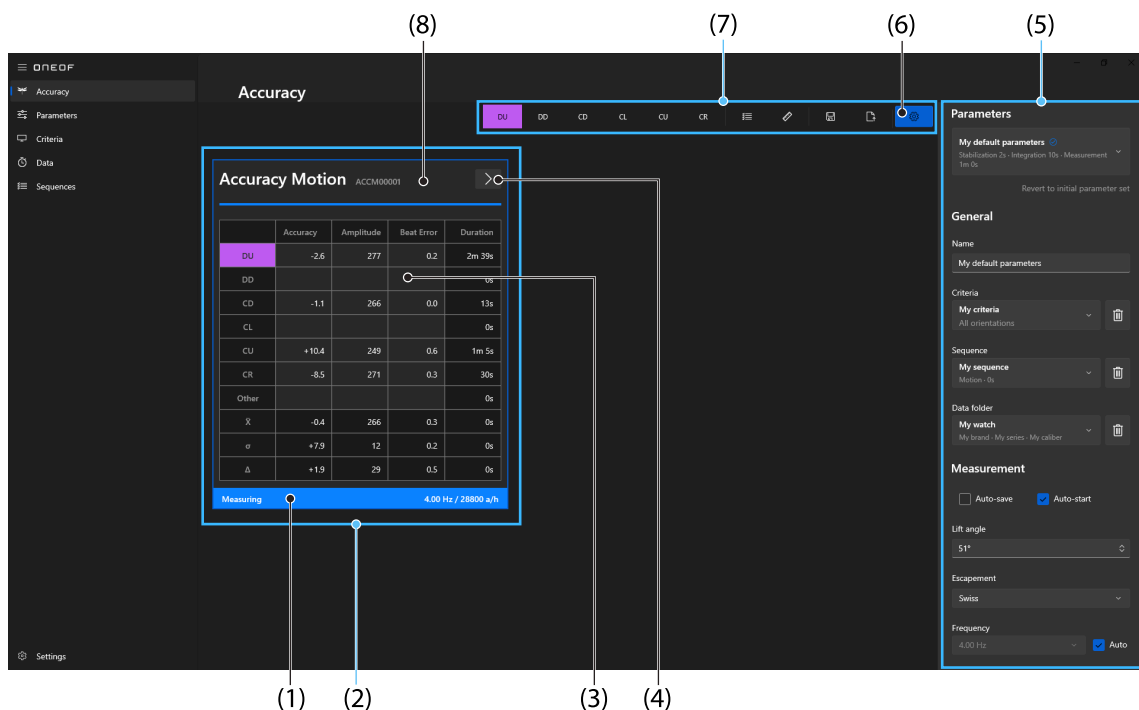

FIG. 6-2 - Accuracy Motion (Registerkarte „Genauigkeit“)
Um die **Device parameters** (siehe (5) ABB. 6-2) anzuzeigen, denken Sie daran, das Fenster **Device overview** (siehe (2) ABB. 6-2) auszuwählen.